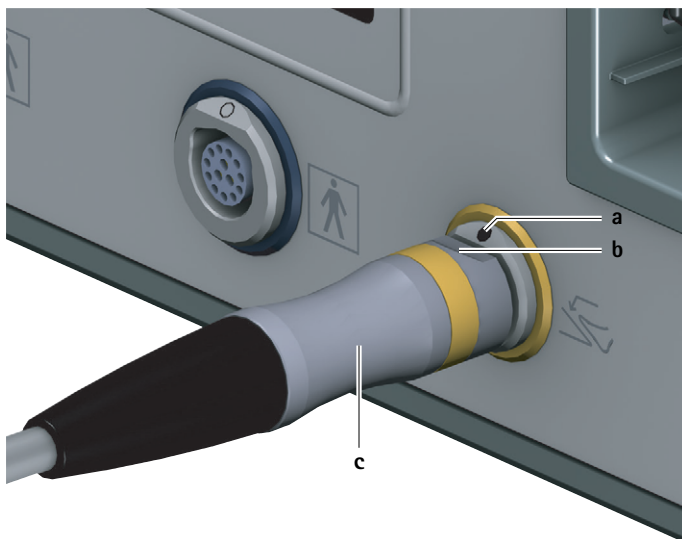

Fig. 2 Raccordement de la commande au pied
- Orienter le connecteur de la commande au pied **c** de telle sorte que le repère **b** sur le connecteur coïncide avec le repère **a** sur la prise de raccordement pour commande au pied **6**, voir Fig. 2.
- Retirer le connecteur de la commande au pied **c** hors de la prise de raccordement pour commande au pied **6**, voir Fig. 2.